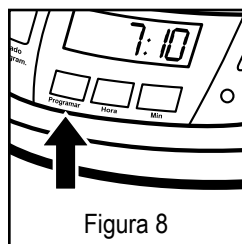

Figura 8
1. Mientras que la cafetera está apagada, presione y detenga el botón para programar la preparación de café "PROGRAMAR". Consulte la figura 8.